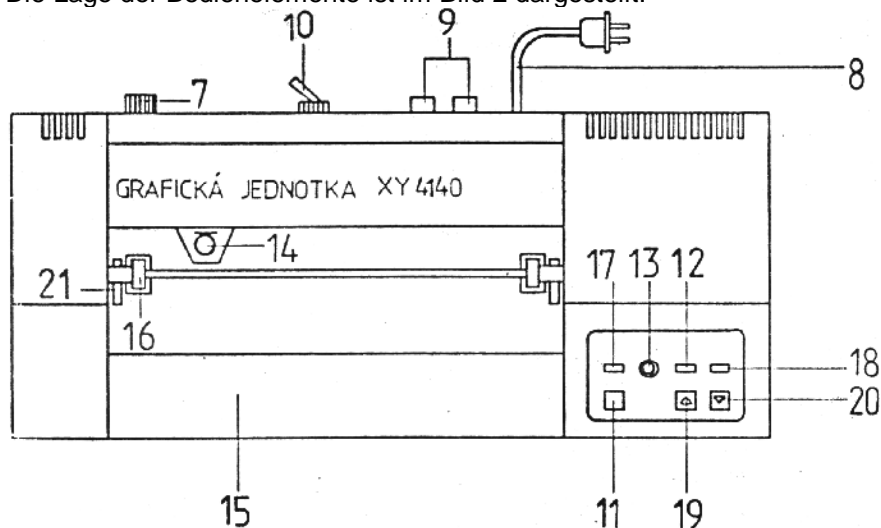

Bild 2 Bedienelemente des Kleinplotters XY 4140
Der Anschluß des Kleinplotters XY 4140 wird nachstehend beschrieben. Die Lage der Bedienelemente ist im Bild 2 dargestellt.
Mit dem Anschlußkabel (2) ist die Buchse für Computeranschluß (7) des Kleinplotters mit der Buchse für spezielle Anwendungen (Nr. 20 im Bild 2 der Kleincomputer-Bedienungsanleitung) des Computers zu verbinden.